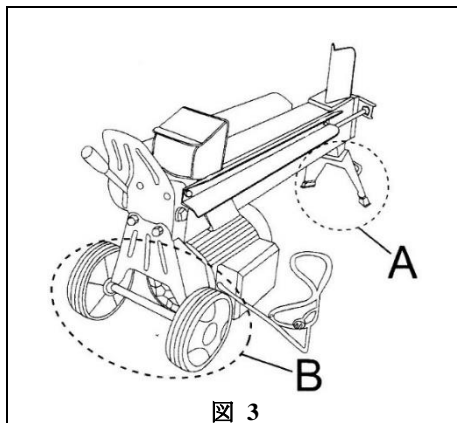

図 3
1. スタンドを付属のボルトとナットで本体に取り付けます。(図 3-A)
2. ホイール Asy を付属のボルトで本体に取り付けます。(図 3-B)